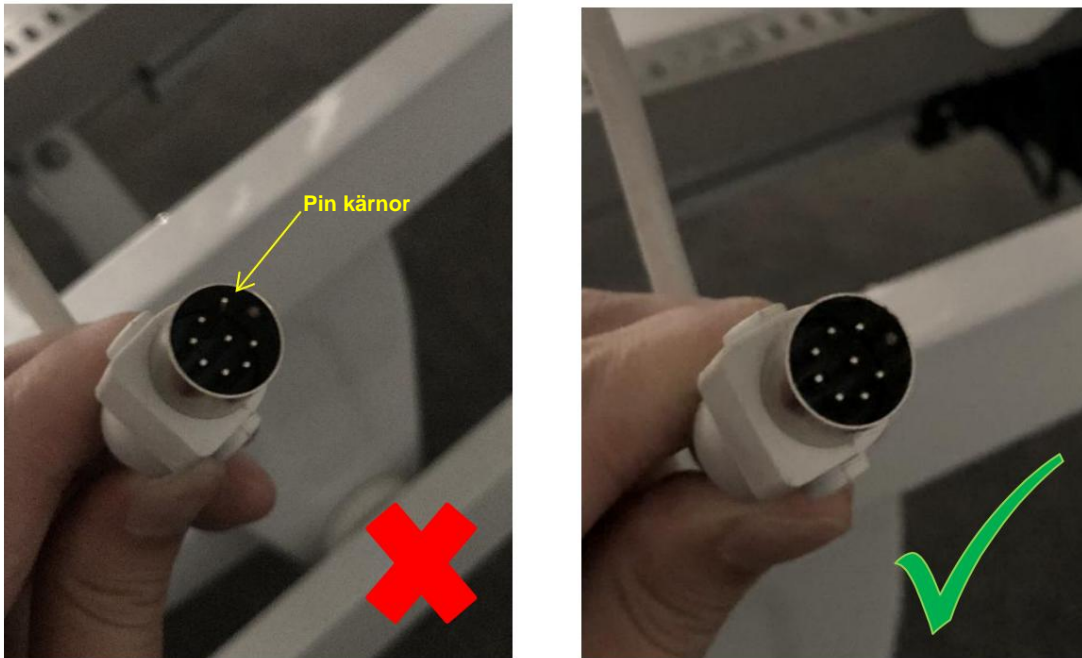

Bild. 1-2
B. Kontrollera metod: följ anslutningslinjen under bakre kortets sidled, hitta sidostångsadaptern, se bild 1-2;
C. Problembestämning: spännet är löst, som på bild 1-2 lås spännet; stiftkärnor är deformerad, med hjälp av en platt skruvmejsel korrigera stiftkärnor, se till att den är ordentligt ansluten till adapter;